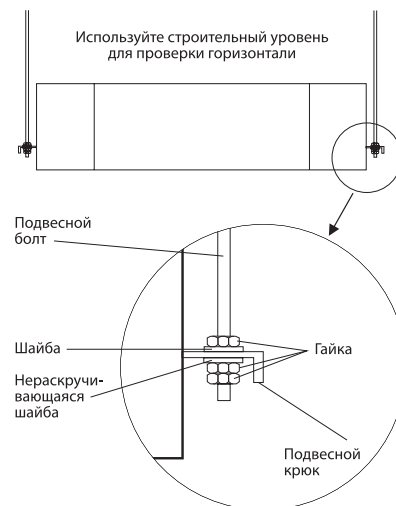

Рисунок 16 - Крепление подвесных болтов к внутреннему блоку
- Отрегулируйте относительное положение подвесных болтов таким образом, чтобы блок был расположен горизонтально со всех сторон. Для проверки горизонта воспользуйтесь строительным уровнем. Неправильная установка внутреннего блока может привести к утечке воды, воздуха и т.д (см. рис. 16).